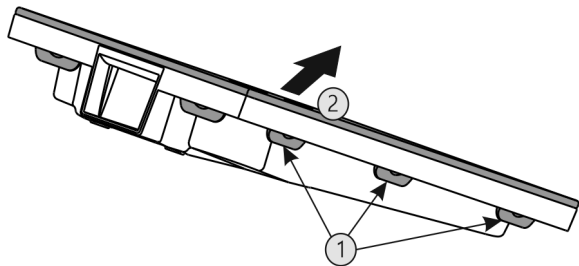

Fig. 48
- ▶ Stlačte za sebou všechny západky Fig. 48 (1) a sejměte kryt Fig. 48 (2).